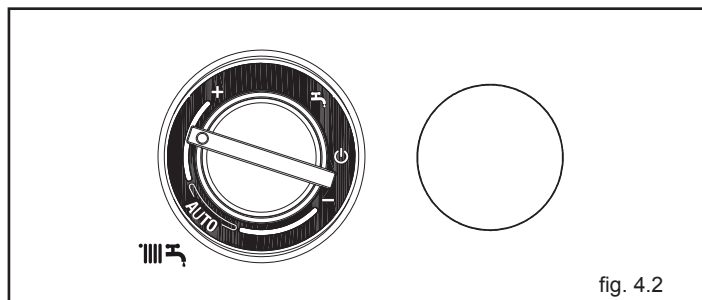

fig. 4.2
- Portare il selettore di funzione su  (inverno) (fig. 4.2)